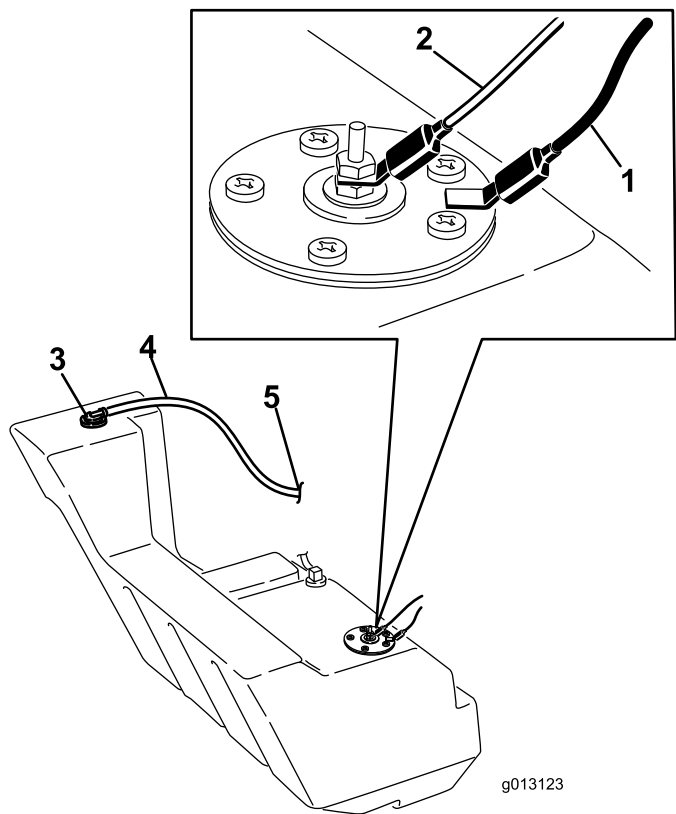

Figura 65
12. Desconecte los dos cables que van al lado derecho del depósito (Figura 65).
21. En el lado derecho del depósito, conecte el cable naranja al borne central y el cable negro al borne exterior (Figura 65).